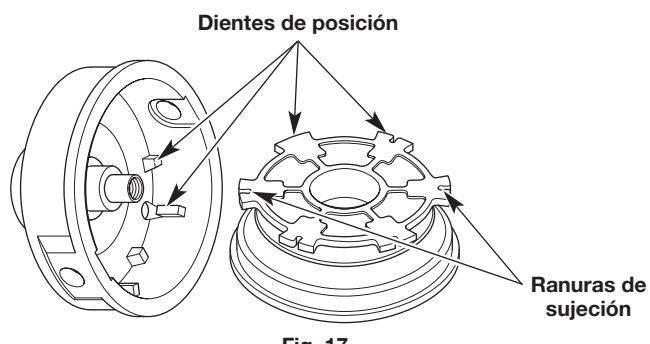

Fig. 17
- Compruebe que los dientes de posición y las ranuras de sujeción no estén desgastados (Fig. 17). Si fuera necesario, quite las rebabas o cambie el carrete interior y la bobina exterior.